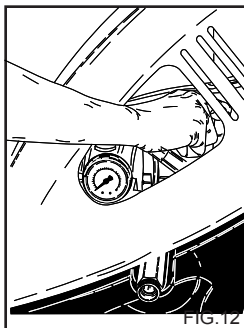

FIG.12
Dieses Kapitel bezieht sich nur auf die Modelle, die über einen "Druckregulierer" verfügen. Mit dieser Vorrichtung (Fig.12) kann man den Betriebsdruck regulieren. Wenn man den Drehschalter C entgegen dem Uhrzeigersinn dreht (B) (Minimum) wird der Betriebsdruck verringert.